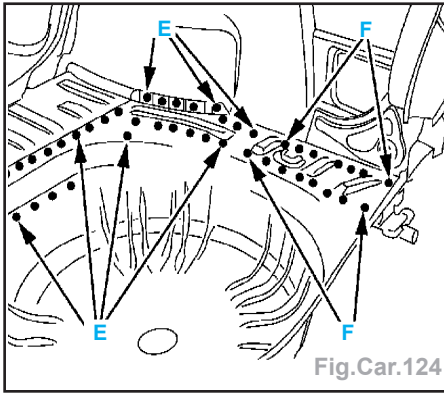

Fig.Car.124
- Meuler les points bouchons (Fig.Car.124).